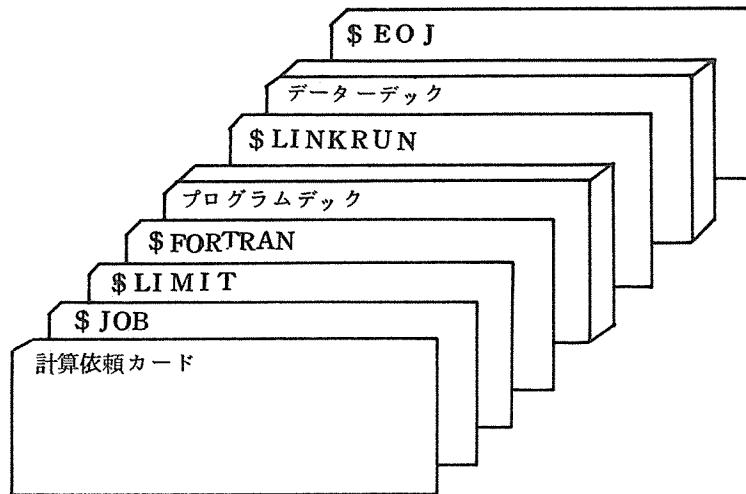

図4-3 標準形カードデック構成(連絡所)
② 豊中以外の連絡所から計算依頼される時は、図4-3の要領でカードデックを用意し、計算依頼カードに必要事項を記入の上、連絡所受付に提出して下さい。なお、計算依頼カードの受付番号欄左端に必ずJOB区分A, B, Cのいづれかを記入して下さい。
学外から計算依頼される時は、図4-3の要領でカードデックを用意し、計算依頼カードに必要事項を記入の上センター宛に小包で郵送して下さい。なお、計算依頼カードの受付番号欄左端に必ず JOB 区分、A, B, Cのいづれかを記入して下さい。